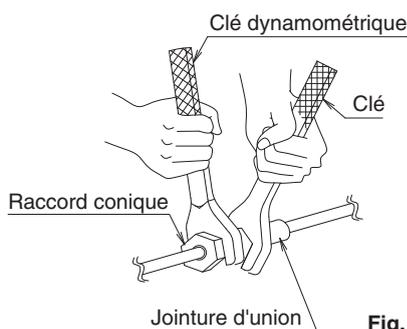

Fig. 13
- Lors de la connexion de la tuyauterie au climatiseur, veillez à utiliser une clé plate et une clé dynamométrique, comme indiqué dans la Fig. 13.